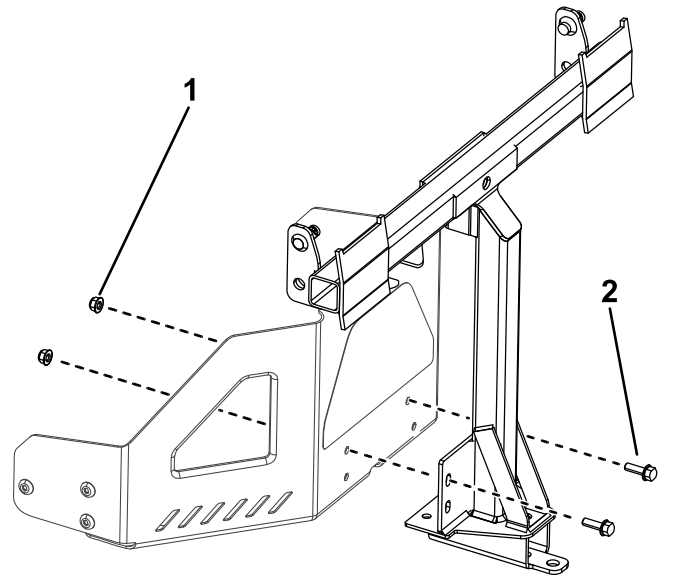

図 6
2. ピボットフレームを機体フレームに、図 6 のように取り付ける。ピボットフレームを固定するボルト5/16 x 1" 2本とロックナット5/16" 2個を使用する。